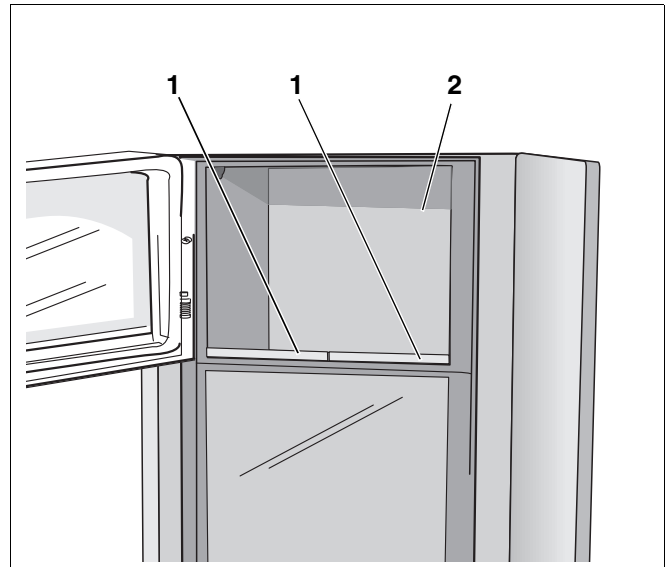

Abb. 41 Warmhaltefach/Kachel-Warmhaltefachsteine (blueline 5)
- Die zwei Kachel-Warmhaltefachsteine (Abb. 41, **Pos. 1**) ins Warmhaltefach (Abb. 41, **Pos. 2**) einlegen.